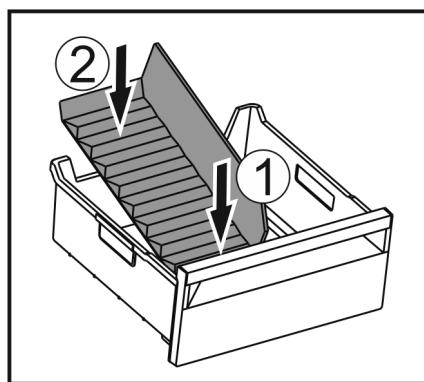

Fig. 185
- Вставити передню частину перегородки відділення для льоду. Fig. 185 (1)
- Опустити задню частину перегородки відділення до dna ящика для кубиків льоду. Fig. 185 (2)